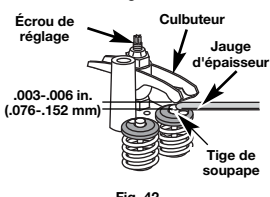

Fig. 42
- Glissez la jauge d'épaisseur entre le culbuteur et le ressort de rappel de la soupape. Mesurez le jeu entre la tige de soupape et le culbuteur (Fig. 42). Faites-le pour les soupapes d'admission et d'échappement.
- Tournez l'écrou de réglage à l'aide d'une clé de 8 mm (5/16 po) ou d'un tournevis à embout hexagonal (Fig. 42).